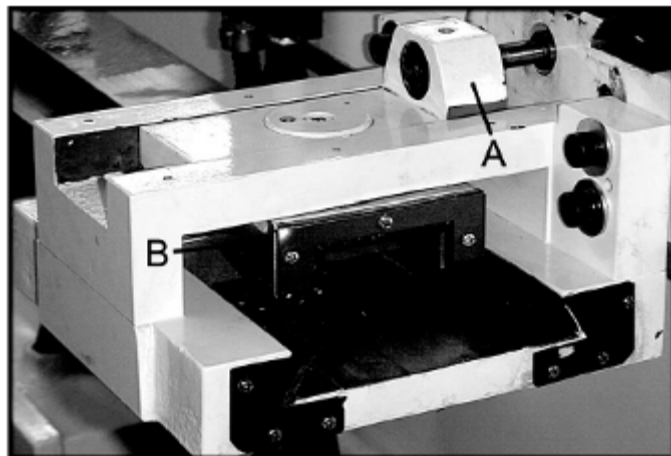

Рис. 4
6. Установите подшипник и блок подачи (А, Рис. 4), немного ослабьте для регулировки. Закрепите зажимное кольцо на блоке подачи при помощи шестигранного болта. Установите линейку для обточки конусов, немного ослабьте для регулировки (В, Рис. 4).